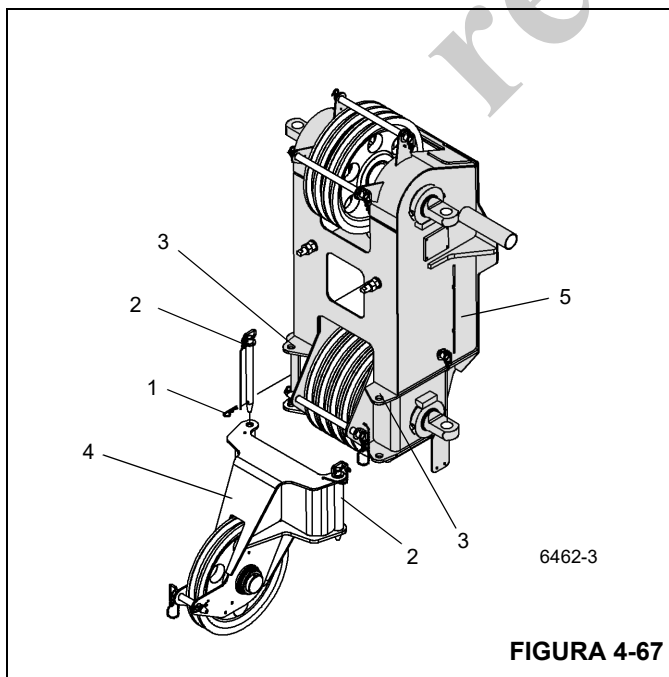

FIGURA 4-67
La punta de la pluma de polea única auxiliar está colocada delante de la cabeza de la pluma principal y está fijada con dos pasadores (2) (Figura 4-67).
- Quite los pasadores de retención (1) y retire los dos pasadores (2) que aseguran la punta de la pluma de polea única auxiliar a las escuadras de montaje de la punta de la pluma principal (3).
- Eleve la punta de la pluma de polea única auxiliar (4) de las escuadras de montaje de la punta de la pluma principal (3).
- Afloje el pasador de retención (1) y quite los pasadores (2) de la punta de la pluma de polea única auxiliar (Figura 4-67).
- Use una grúa auxiliar para alinear la punta de la pluma de polea única auxiliar (4) con la punta de la pluma principal (5).
- Asegure la punta de la pluma de polea única auxiliar (4) a las escuadras de montaje de la punta de la pluma principal (3) utilizando los pasadores (2).
- Fije los pasadores (2) con un pasador de retención (1).